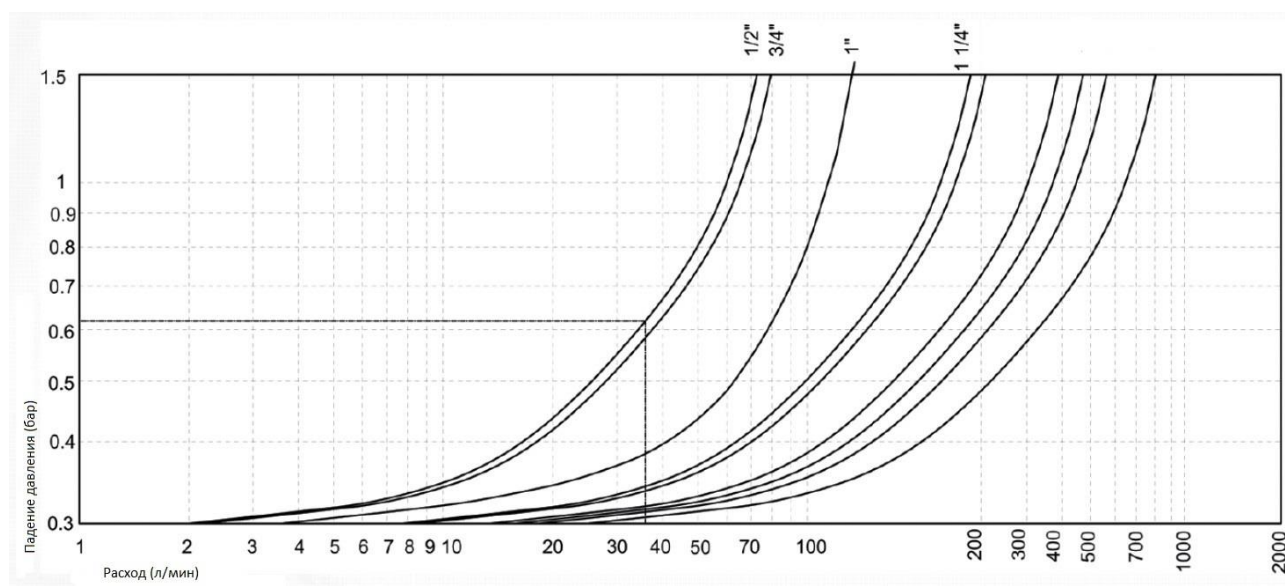

Рис. 1
- по графику на рис. 1 выбрать диаметр клапана редукционного SANEXT PRV;